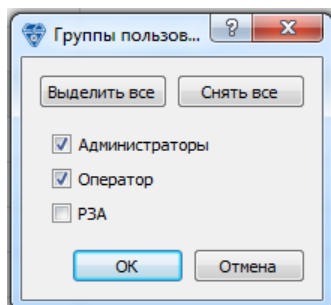

Рис. 2.8.3 Изменение группы пользователей
- «Группа пользователей» - в этом столбце перечислены группы пользователей, которым будет доступна данная мнемосхема в Toraz Scada. Изменить группы пользователей выбранной мнемосхемы можно двойным нажатием, вызвав диалоговое окно выбора групп пользователей (Рис. 2.8.3).